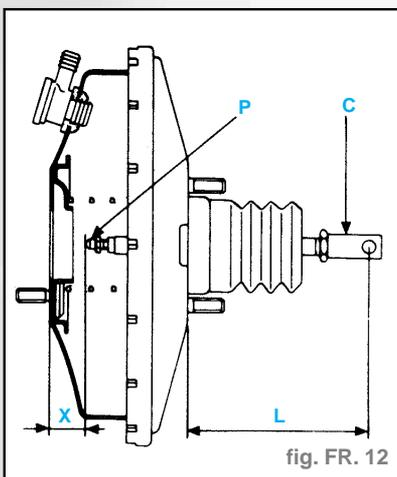

fig. FR. 12
- Contrôler la longueur de la tige de poussée (fig. FR.12) :
- Avant le remontage, vérifier (fig. FR. 12) :
- la cote L = 133 mm réglable par la tige (C),
- la cote X = 22,3 mm réglable par la tige (P).